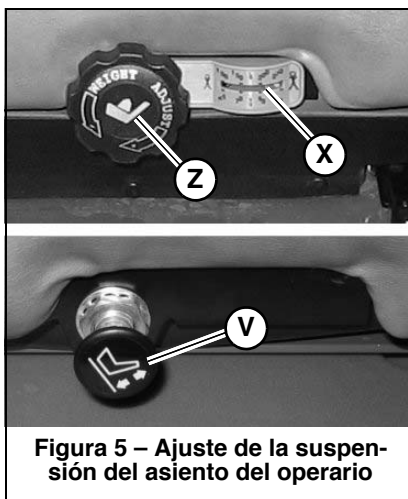

Figura 5 – Ajuste de la suspensión del asiento del operario
Suspensión mecánica: Siéntese en el asiento del operario y gire la perilla (Z, Figura 5) para ajustar la suspensión del asiento de forma que el indicador de peso (X) muestre el peso aproximado del operario.